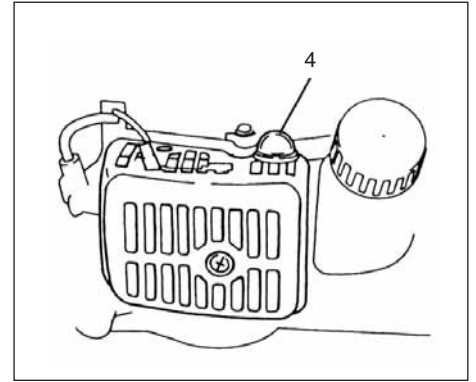

Рис. 2-2C
* Несколько раз нажать на заливочный баллон (4), чтобы топливо потекло через баллон или обратную трубку. (При наличии подобного оснащения) (Рис. 2-2C)